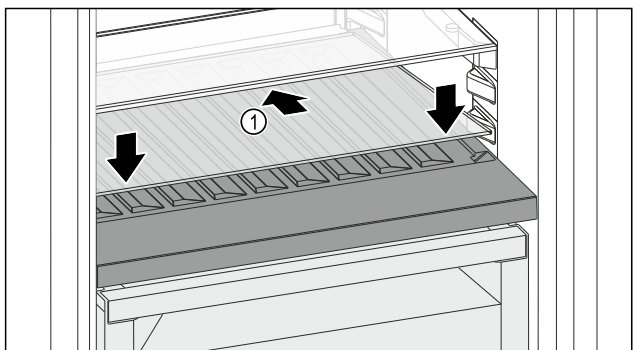

Fig. 223
- Vendosni pllakën e xhamit *Fig. 223 (1)* pjerrtas, dhe të anuar për poshtë në pjesën prapa.
- Ulni poshtë pllakën e xhamit *Fig. 223 (1)* përpara.